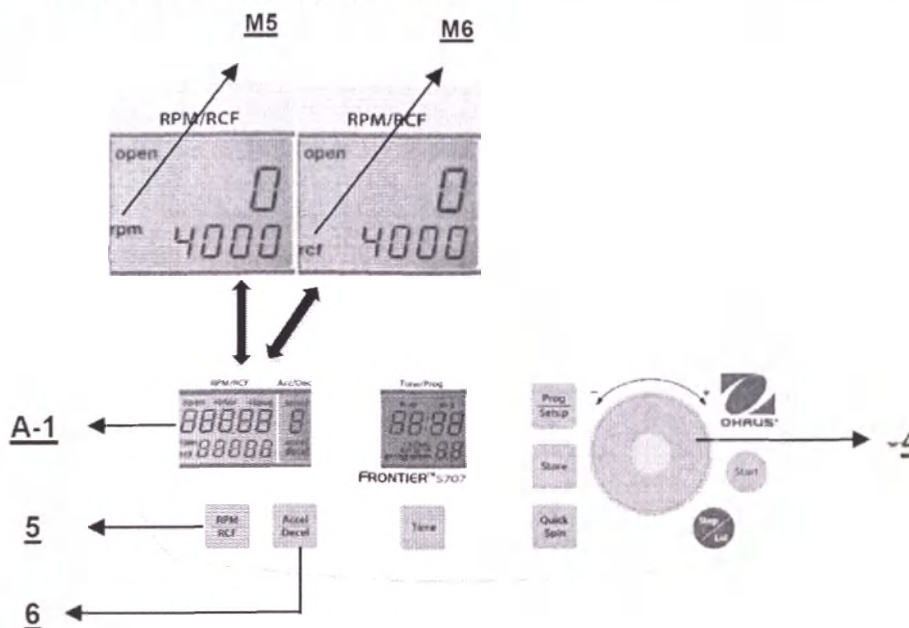

Рис. 16
Для задания этих параметров используется кнопка **RPM/RCF** (5) (см. рис. 16 ниже). После однократного нажатия этой кнопки начинает мигать обозначение **rpm** (M5). Двукратным нажатием кнопки можно включить режим задания фактора разделения, при этом на экране начинает мигать обозначение **rcf** (M6). Задание требуемых значений параметров производится с помощью сенсорного диска (4). Установленное значение параметра постоянно отображается в поле (A-1) — до начала, в процессе и после завершения центрифугирования.